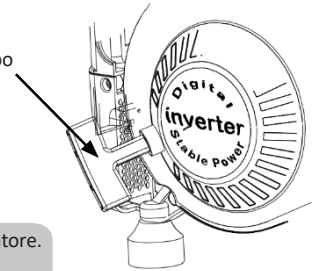

Fig. 8
**Sistema di avviamento (Fig. 8)**
4. Tirare lentamente l'avviamento a strappo finché non si innesta, quindi tirarlo con decisione (Fig. 8).